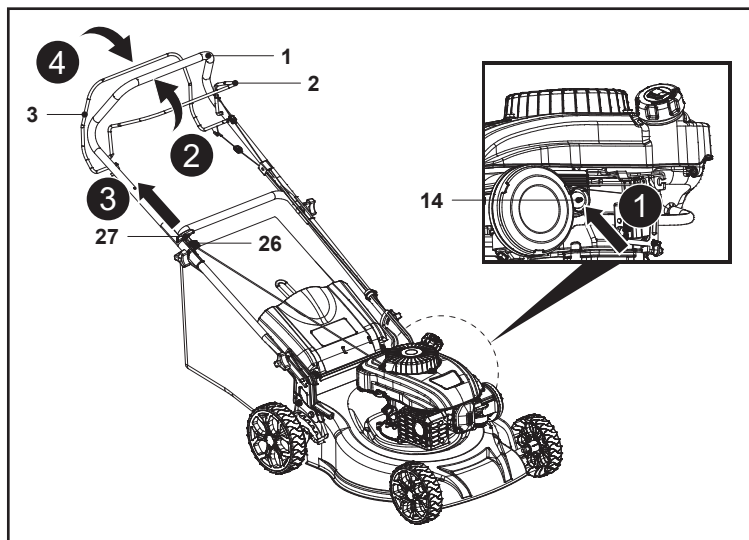

Fig. 18
1. Appuyer 3 fois sur la pompe d'amorçage (14) si le moteur est froid (Fig. 18, étape 1). Vous pouvez passer directement à l'étape suivante si le moteur est chaud.
2. Se tenir derrière le guidon (1).
3. Tirer le levier de frein (2) vers l'arrière et le maintenir contre le guidon (1) (Fig. 18, étape 2).
4. Placer la poignée du lanceur (27) sur le crochet (26) situé sur le côté droit du guidon (4, 7).
5. Tirer doucement la poignée du lanceur (27) jusqu'à ce qu'une résistance se fasse sentir, puis la tirer rapidement. Répéter cette opération jusqu'à ce que le moteur démarre (Fig. 18, étape 3).
6. Pour commencer à tondre, pousser le levier de traction (3) vers l'avant et le maintenir contre le guidon (1) (Fig. 18, étape 4). La machine avance et commence à tondre.